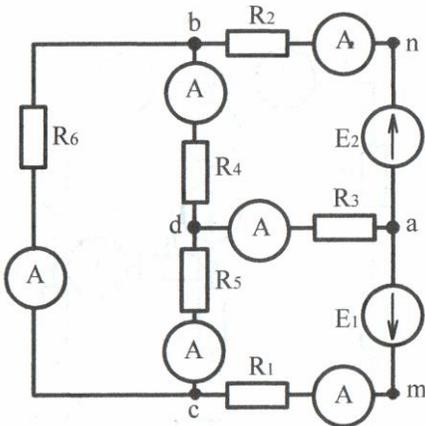

Рис. 4.2
3.1. Начертить схему электрической цепи, которую рассчитывали в индивидуальном задании 1.2, включив в каждую ветвь по одному амперметру (в качестве примера на рис. 4.2 приведена аналогичная схема);
индивидуального задания одного из членов бригады для сборки электрической цепи. Номера выбранных амперметров занести в табл. 5 и обозначить на схеме (рис. 4.2).
2. Собрать цепь (рис. 4.2) с параметрами одного из членов бригады. При сборке цепи необходимо использовать узлы *a, b, c, d*, имеющиеся на лабораторном стенде.